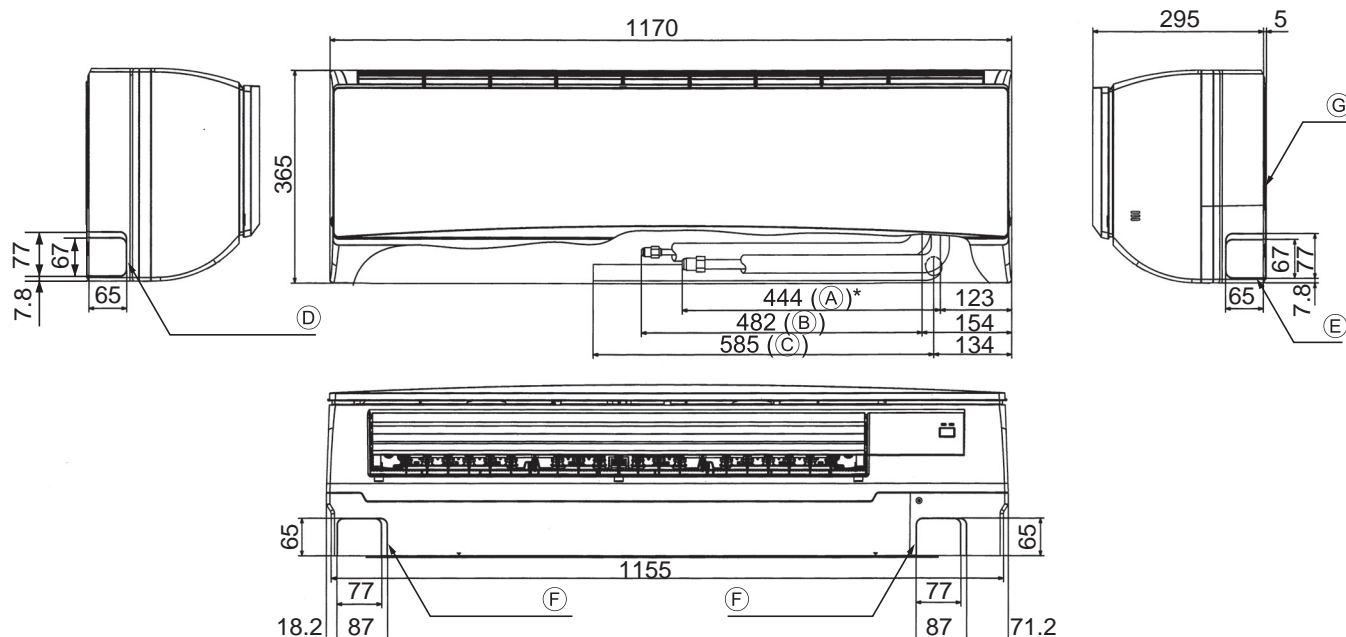

Fig. 4-2
4.2. Colocación de los tubos del refrigerante y de drenaje (Fig. 4-2)
- (A) Tubo de gas * Indica el estado con los accesorios montados.